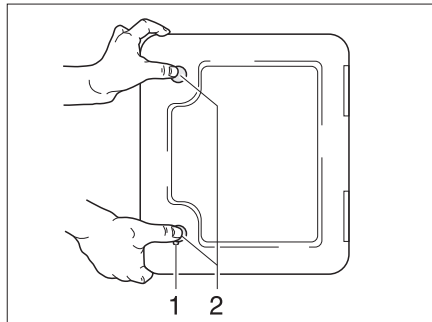

Fig. 147 Portillon pour cassette Thetford
Le portillon pour la cassette Thetford (Fig. 147) se trouve à l'extérieur du véhicule.
- Insérer la clé dans le barillet du verrou à pression (Fig. 147,1) et la tourner d'un quart de tour dans le sens des aiguilles d'une montre.
- Appuyer du pouce et simultanément sur les deux verrous de pression (Fig. 147,2) et ouvrir le portillon pour la cassette Thetford.